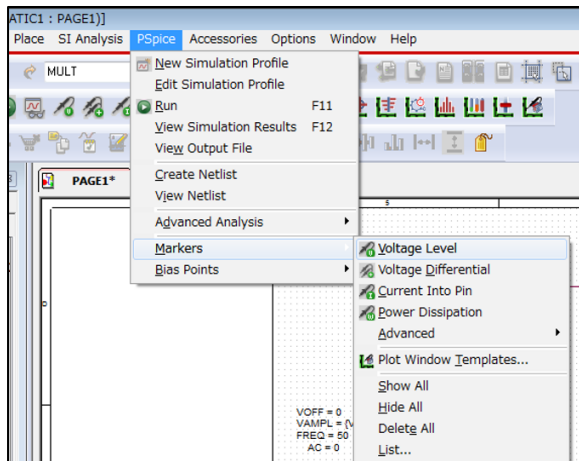

図 5.8 Marker 種類選択画面
- (1) OrCAD® Capture メニューバーの「PSpice」-「Markers」から、表示させる波形に応じて Marker 種類を選択します。(図 5.8)